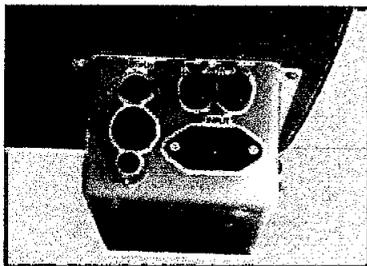

Fig. 3
" Compruebe el ajuste en el selector de voltaje situado en la parte inferior de la caja de alimentación (Fig. 3). Si no coincide con la tensión de entrada, que se deslice a la posición correcta con un destornillador de reloj (V).